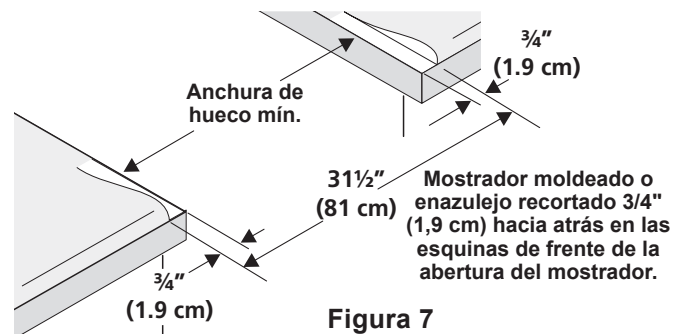

Figura 7
- El **reborde de frente de mostradores moldeados** deben tener bordes moldeados a 3/4" (1,9 cm) a partir de cada extremidad de la apertura (Figura 7).
- Los **mostradores enazulejos** deberán necesitar un recorte de 3/4" (1,9 cm) a partir de cada extremidad y/o un borde redondeado aplanado (Figura 7).